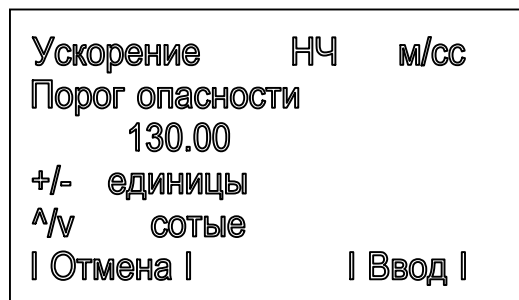

Рис.27
5.3.3.4. Клавишами ▲▼ выбрать вид порога (например, "Предупреждение") и нажать клавишу "—" (правая) – Ввод. На дисплее высветится картинка для установления порога (рис. 27). С помощью клавиш "+" / "-" и ▲/▼ в соответствии с указаниями на экране дисплея установить значение порога предупреждения по ускорению для конкретной машины и точки измерения. Нажать клавишу "—" (правая) – Ввод.